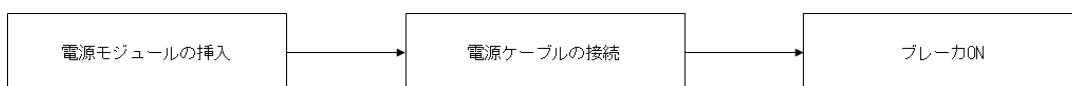
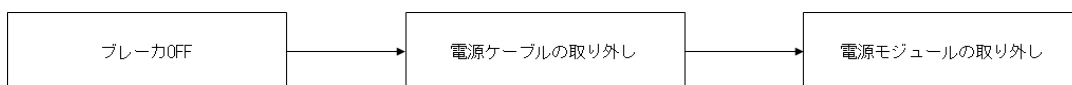

図 3-28 挿入手順
図 3-29 取り外し手順
- 装置の損傷や人体への損傷を防ぐために、図 3-28 および図 3-29 の手順に従って、電源モジュールの取り付けおよび取り外しを行ってください。